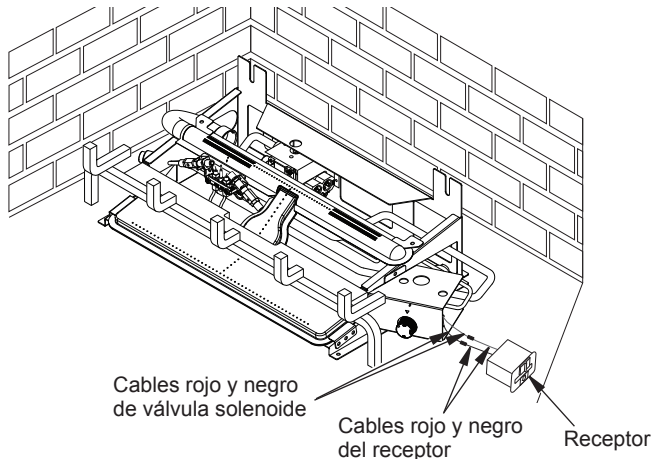

Figura 17 - Colocación del receptor remoto a la válvula solenoide
1. Retire la tapa de la batería en el receptor, como se muestra en el cuadro. Instale cuatro baterías de tamaño AA en el receptor (consulte la Figura 17).
2. Localice los cables rojo y negro de la válvula solenoide en el lado derecho del calentador. Conecte los cables al receptor, rojo con rojo, negro con negro (consulte la Figura 17).
3. Coloque el receptor al lado del juego de leños (consulte la Figura 17).